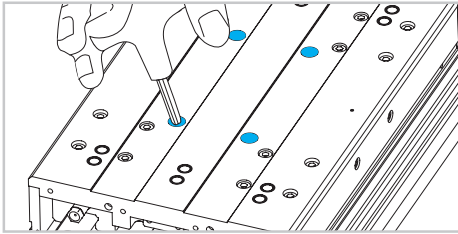

Abb. 7
- 8) Lösen und entfernen Sie die vier Schrauben, mit denen das innere Teil des Laufwagens befestigt ist (Abb. 7).